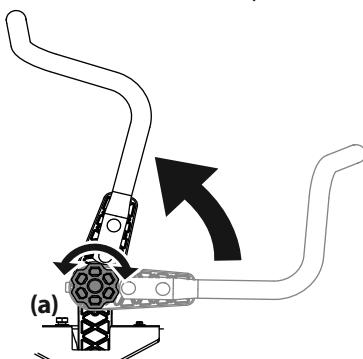

Figure 10
- Tournez le bouton (a) vers la gauche pour le desserrer. Voir Figure 10.
- Tournez le bouton vers la droite pour fixer la barre de conduite. Voir Figure 10.